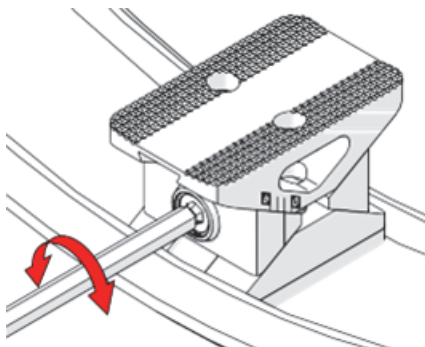

Figura 1-18 Fijación de un pie
1. Gire el mecanismo de ajuste con un des[a]tornillador hexagonal de 6 mm (ver Figura 1-18 en la página 39). Las marcas de indexación en los pies son medidas milimétricas.